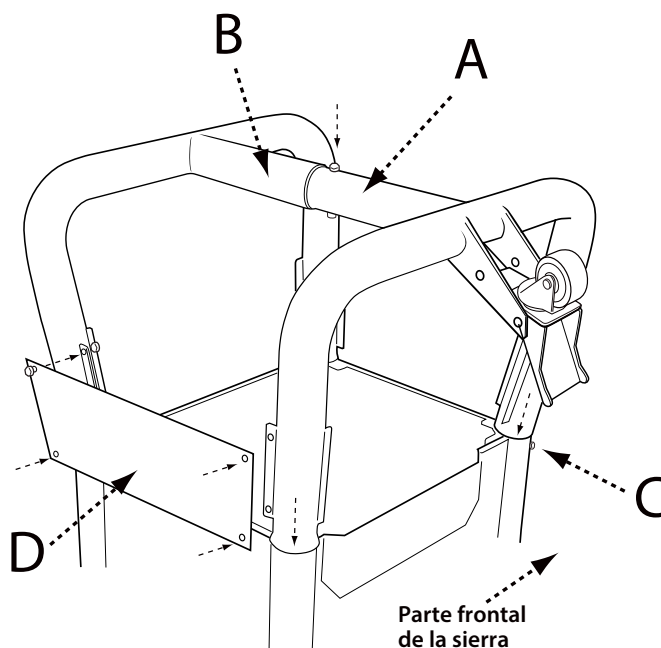

FIGURA 1
1. Conecte las dos patas tubulares insertando el extremo de la pata izquierda (A) en el extremo de la pata derecha (B) como se muestra en la Figura 1. Sujétela con un perno hexagonal de perno de cabeza redonda M8 x 70 mm y una tuerca autoblocante y apriete manualmente.
2. Inserte los cuatro extremos abiertos de las patas tubulares en los collares de la pata (C) como se muestra. Sujete cada pata con un perno de M6 x 72 mm y una tuerca.
3. Sujete los paneles de soporte de la pata trasera y frontal (D) a las patas usando cuatro pernos autorroscantes M6 x 10mm.